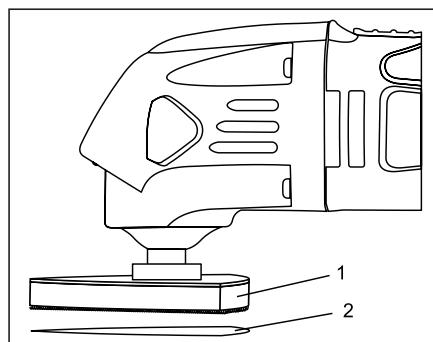

Fig. 3
1. Installez le patin de ponçage à crochet et boucle (1) sur l'outil (Fig. 3).
2. Appuyez fermement le papier de verre (2) sur le crochet et la plaque.